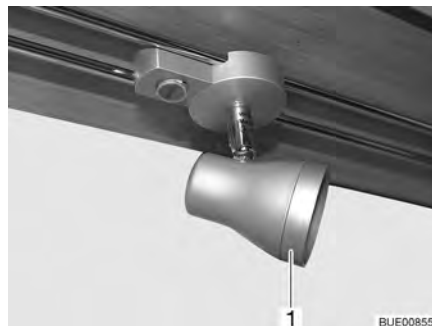

Fig. 257 Foco halógeno (desplazable)
- Girar el anillo exterior (Fig. 257,1) en sentido contrario a las agujas del reloj hasta que se suelte de la carcasa.